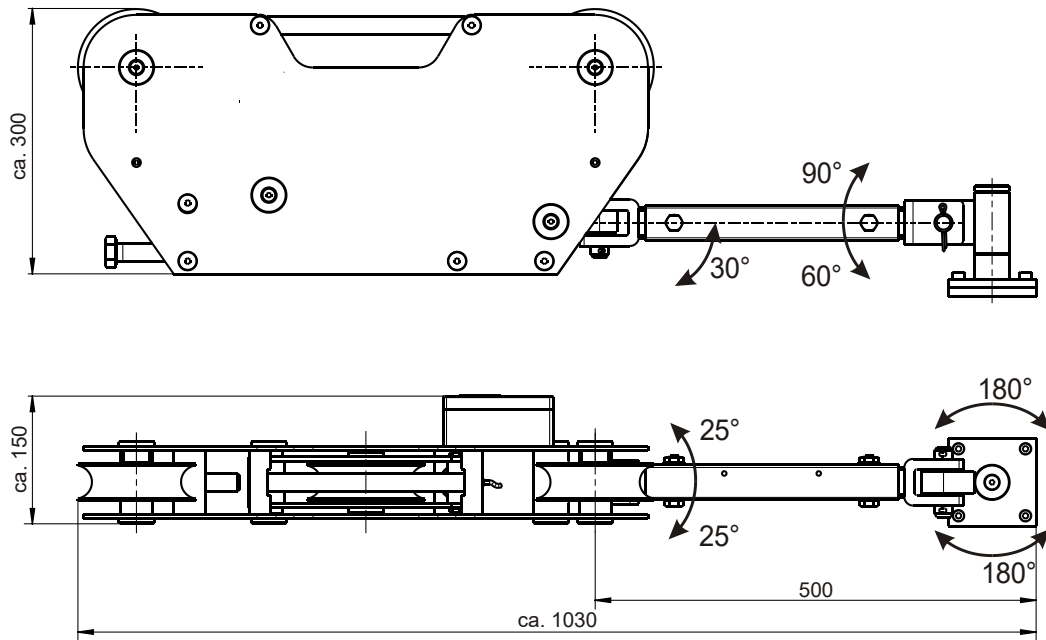

Abbildung 5: KSW-3R und Montageeinheit XKM 078.01
- Die Bewegungsfreiheit der Montageeinheit XKM 078.01 für den KSW-3R38 zeigt Abbildung 5.